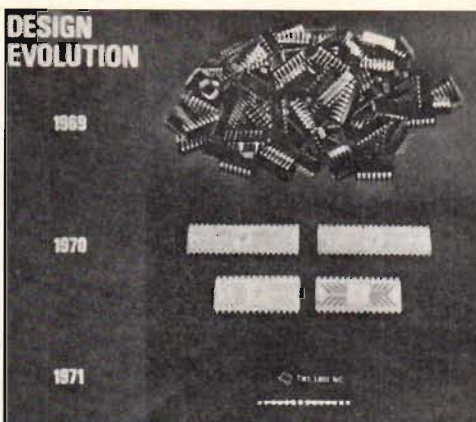

Fig 1. Så här snabbt har kalkylatorutvecklingen gått.
■ Någon utförlig funktionsbeskrivning för LSI-kretsen TMS 1802 har inte funnits att tillgå från Texas Instruments, och den redogörelse som följer nedan har helt och hållet härletts ur blockschemat i fig 1.